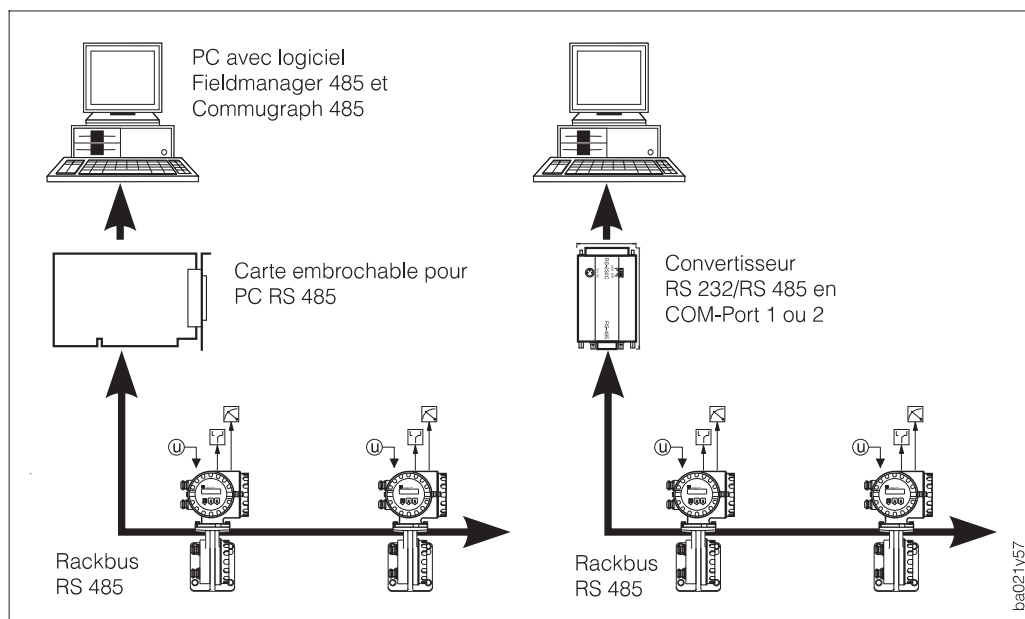

Fig. 38
- raccordement direct du transmetteur à un PC par le biais d'une carte RS 485 ou d'un convertisseur RS 232/RS 485 (voir fig. 38)